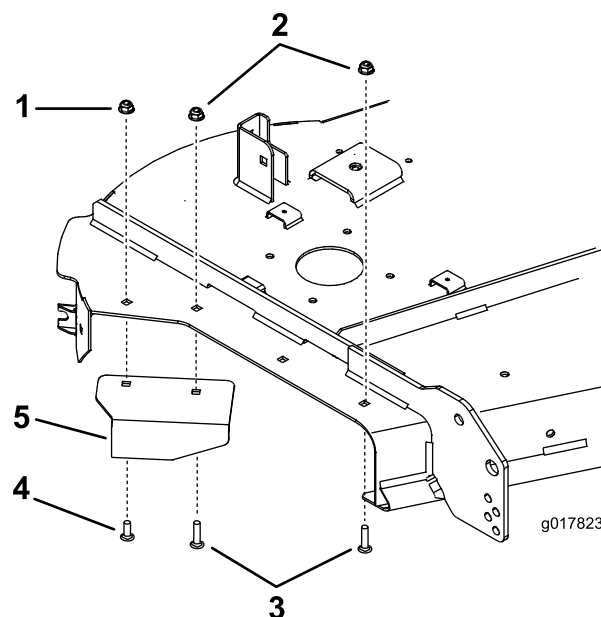

Figure 26
2. Posez le déflecteur existant au moyen des boulons et écrous après avoir déposé la plaque (Figure 26).